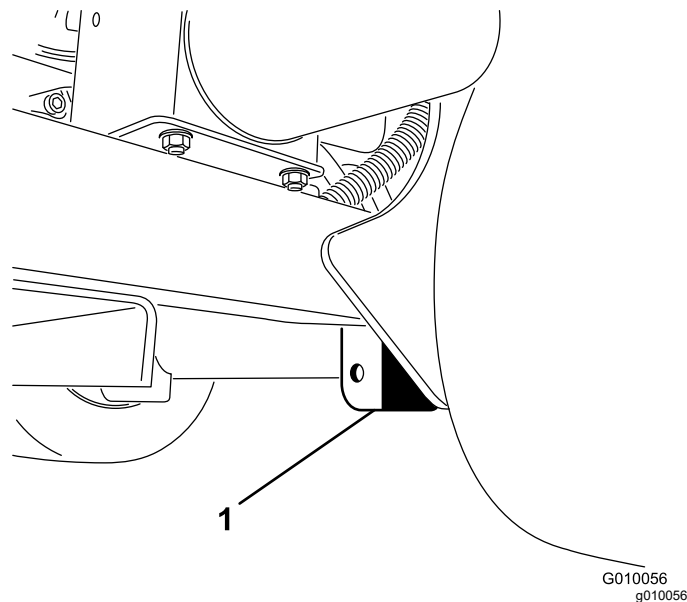

図 37
3. 後ホイールのすぐ内側にあるフレームプレートの下にジャッキを確実に置く 図 37。